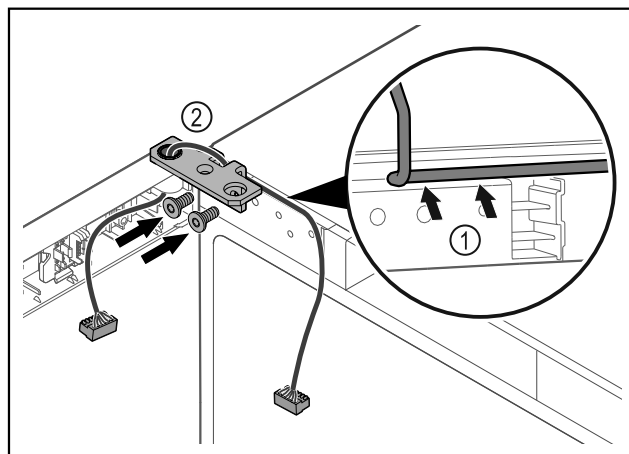

Fig. 44
- Sæt kablet gennem hængselvinklens udsparring, og træk det forsigtigt Fig. 44 (1).
- Skru hængselvinklen Fig. 44 (2) på.